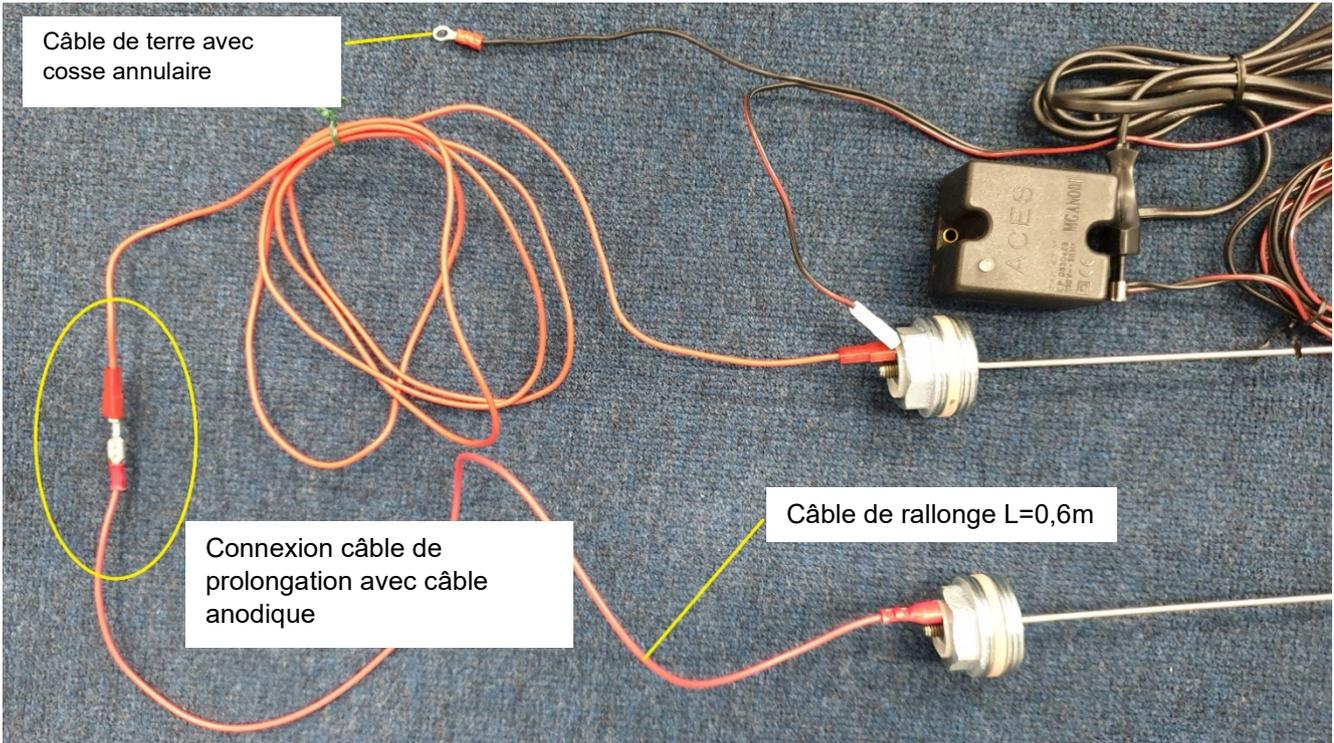

Figure 2 Détail câble de prolongation/câble de liaison
Étape 4 : Connecter le câble de tension (rouge/noir) avec le câble de liaison (rouge) à l'anode supérieure en titane (voir figures 2 et 3).